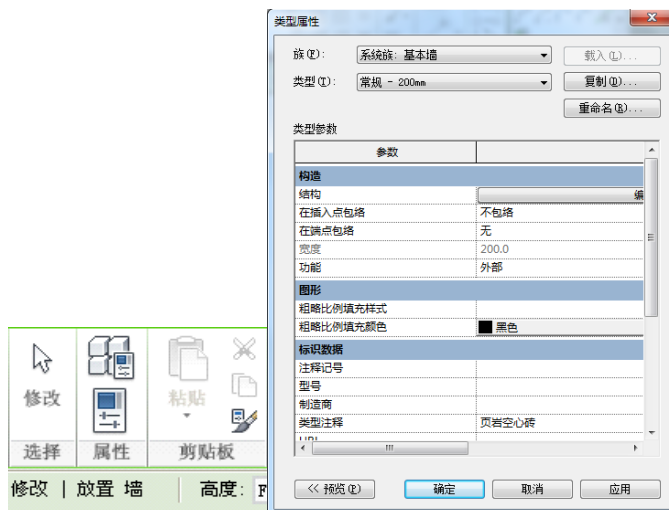

图 2-2
- 3) 如图 2-2 所示，单击“属性”>“类型属性”工具，在弹出的“类型属性”对话框中单击“复制”按钮，在弹出的“名称”对话框中输入新名称“WQ\_200\_剪”，输入名称后确定，回到“类型属性”对话框。